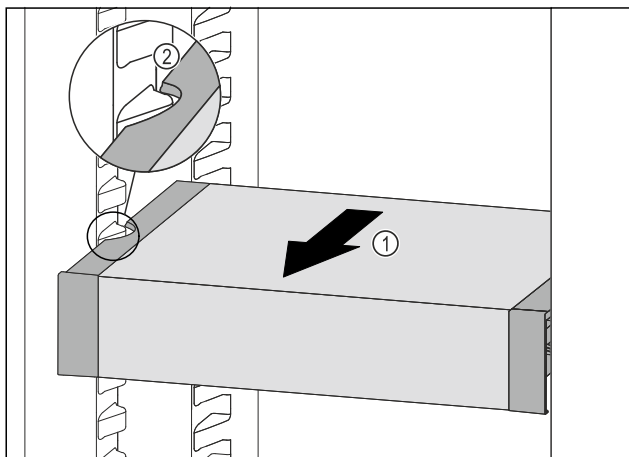

Fig. 110
- Вытягивайте VarioSafe вперед Fig. 110 (1), пока боковые выемки VarioSafe не окажутся на высоте выступа резервуара в холодильном отделении. Fig. 110 (2)